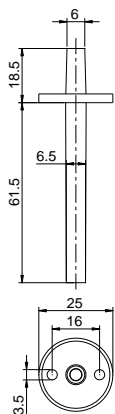
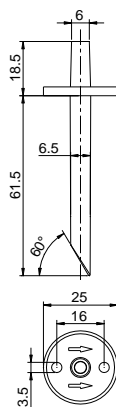
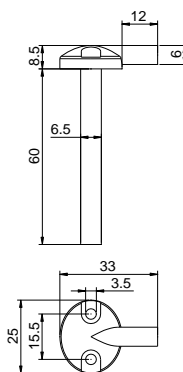

图 5: 静压采样头 1003
图 6: 全压采样头 1005
图 7: 静压采样头 1009
1. 先安装采样头,如图 5、图 6、图 7。每个采样头用 2 枚螺丝固定安装在现场引压处,较长端(约 60mm)插入引压处。要注意插入后需要将开孔缝隙重新密封,以免系统漏气。如选用全压采样头 1005,安装时,图 6 所示箭头方向必须与气流方向相同。